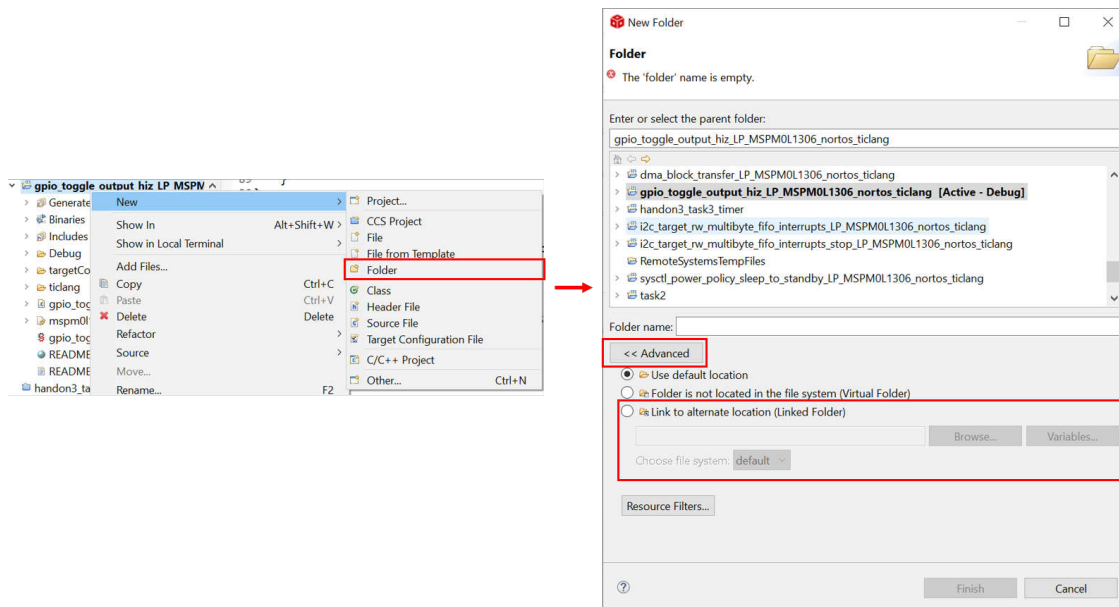

图 2-35. 添加相关文件
7. 要添加第三方库，可按照以下步骤操作。首先，必须将相关文件添加到工程中，如 图 2-35 所示。